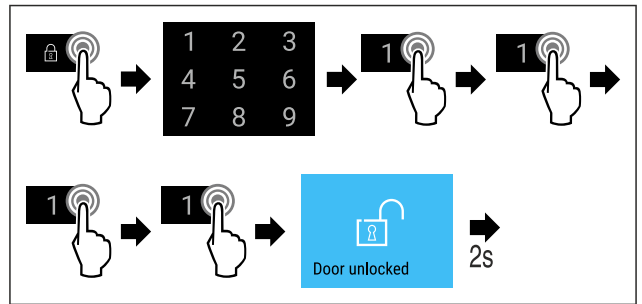

Fig. 78 Blocați ușa cu ajutorul codului 1 1 1 1.
- ▶ Efectuați pașii de acțiune (vezi Fig. 78) .